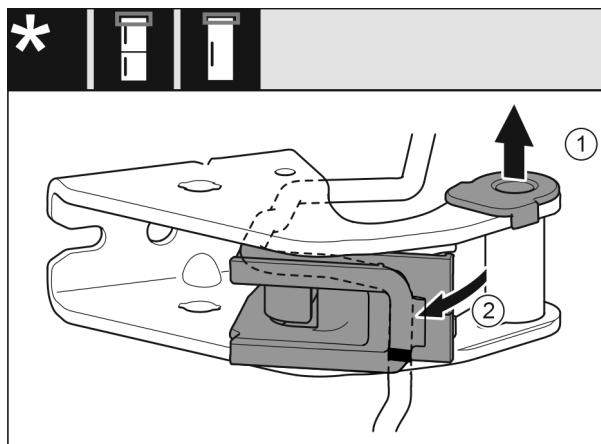

Fig. 28
- Vytáhněte ložiskové pouzdro Fig. 28 (1) z vedení.
- Otočte držák kabelu Fig. 28 (2) ven.